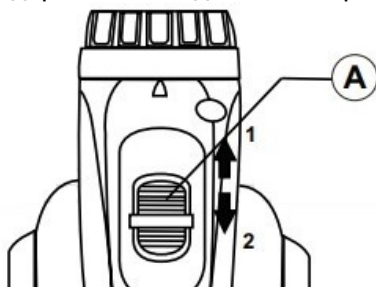

Рисунок 2. Схема налаштування діапазонів швидкостей.
5.1.5 Налаштування та регулювання швидкості обертання виробу (рис. 2).
- для вибору швидкості обертання у межах 0...500 об/хв перевести повзунок (А, рис. 2) до упору в позицію (1, рис. 2), цей діапазон використовується переважно для роботи з метизами або свердління отворів великого діаметра у твердих матеріалах;
- для вибору швидкості обертання у межах 0...2000 об/хв перевести повзунок (А, рис. 2) до упору в позицію (2, рис. 2), цей діапазон